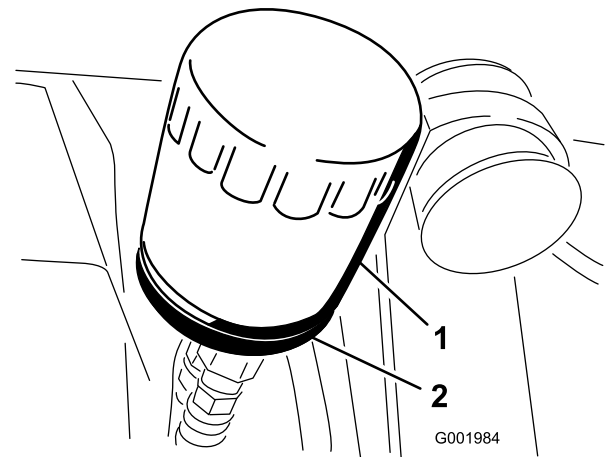

Figure 48
- Déposez le filtre à huile (Figure 48).
- Posez le filtre à huile de rechange sur l'adaptateur. Tournez le filtre dans le sens horaire jusqu'à ce que le joint touche l'adaptateur, puis donnez 1/2 tour supplémentaire (Figure 48).